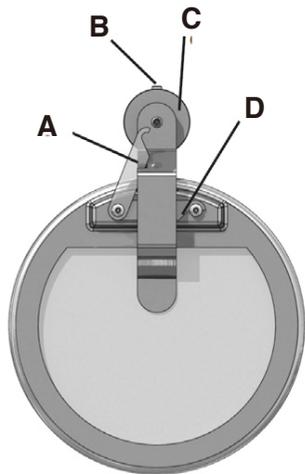
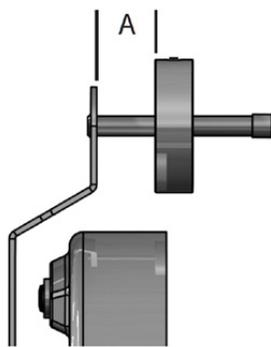

図 1
図 3
- ・固定クランプ(図1のA)を外し、Dの位置へ固定した状態で、ドラフトスタビライザーの弁が自由に開閉することを確認します。
- ・負圧に対する弁の開閉度合いは、分銅(図1のC)の位置をずらし、先端からの距離(図3のA)を変えることで調整できます。分銅を動かす時は上部のネジ(図1のB)を2.5mmの六角レンチを使って緩め、固定する時は同様にネジを締めてください。